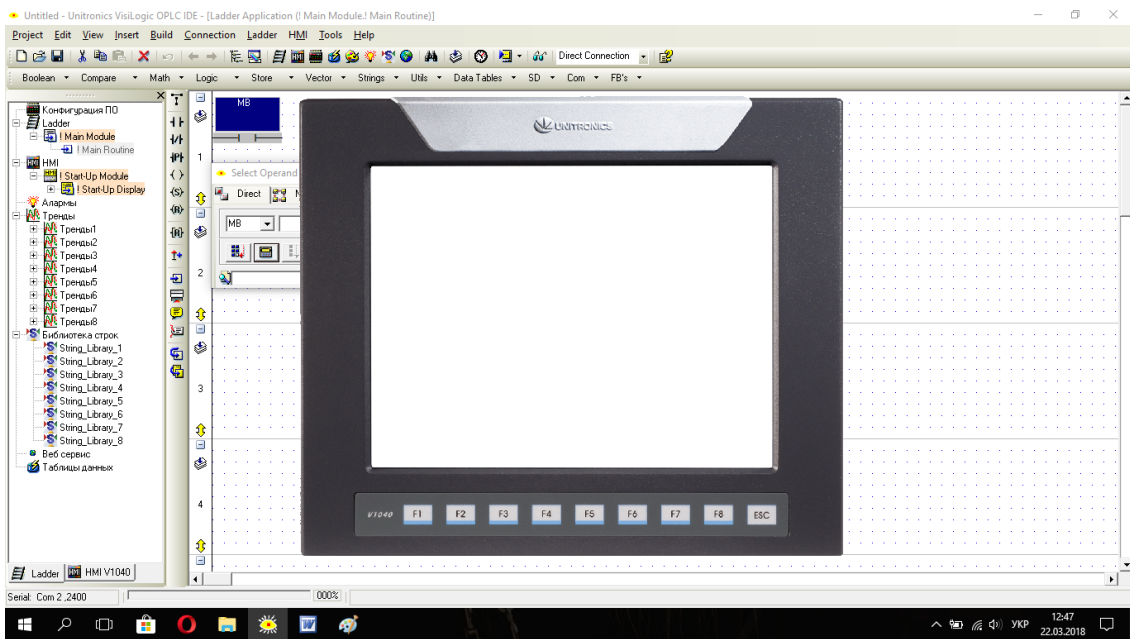

Рис. 2.3. Вибір кнопки контролера
3. На панелі, що з'явилася, обираємо кнопку згідно з варіантом (рис. 2.3).